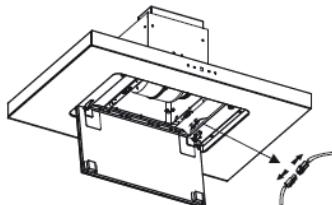

Bild 2
- Suchen Sie das Lichtanschlusskabel an der Rückseite der Kabelbuchse. Ziehen Sie das Kabel leicht heraus und trennen Sie den Anschluss (siehe Bild 2).